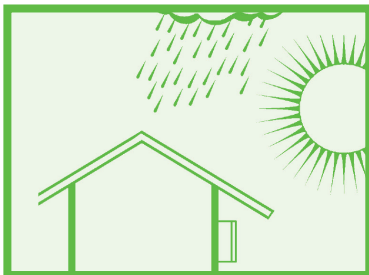

Abb. 2: Montage im geschützten Außenbereich
- Montieren Sie die Ladestation an einem Platz, der gegen Regen und Spritzwasser geschützt ist (zum Beispiel im geschützten Außenbereich, Abb. 2).